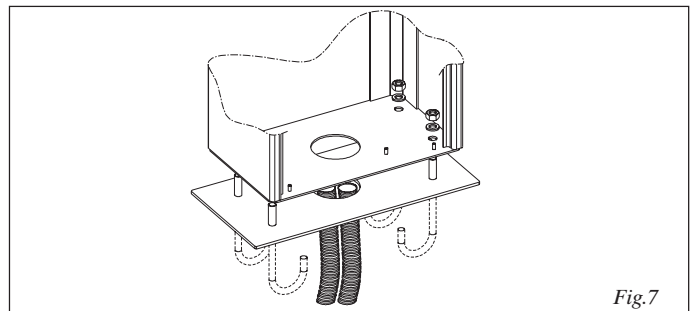

Fig.7
- Den Pfosten auf der Grundplatte mit den vier mitgelieferten Muttern laut Abb. 7 befestigen.